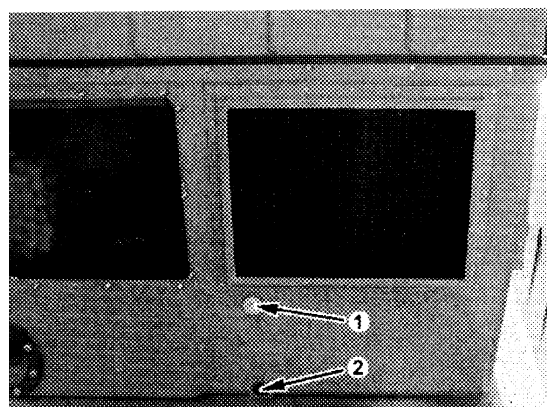

Fig. 14
b) Take the plug out of the overflow hole (fig. 14/1) and mount it in the drain hole (fig. 14/2).
b) Sortir le bouchon de l'orifice du déversoir (fig. 14/1) et le placer dans l'orifice de drainage (fig. 14/2).
- b) Sacar el tapón del orificio de rebosadero (fig. 14/1) y colocarlo en el de drenaje (fig. 14/2).